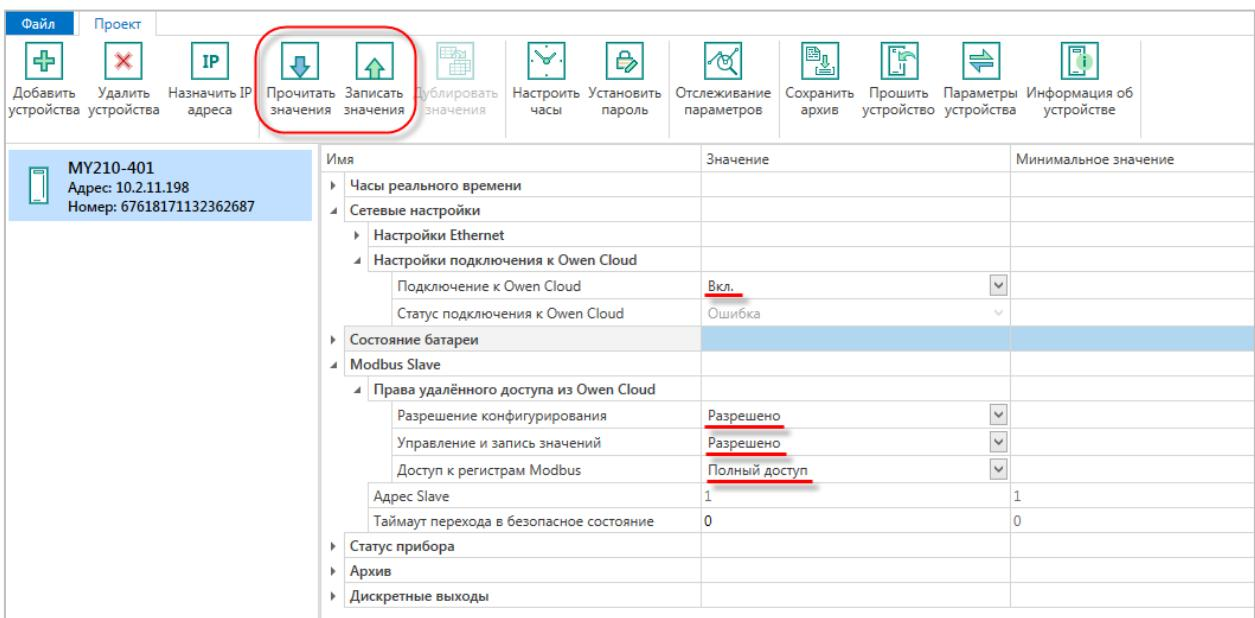

Рис. 4.1. Изменение настроек Mx210 для подключения к OwenCloud
1. Подключитесь к модулю с помощью ПО **ОВЕН Конфигуратор** и нажмите кнопку **Прочитать значения**. Измените значения следующих параметров (см. рисунок 4.1):
- **Идентификатор** – введите заводской номер модуля (указан на корпусе модуля, а также в конфигураторе – см. рисунок 4.1);